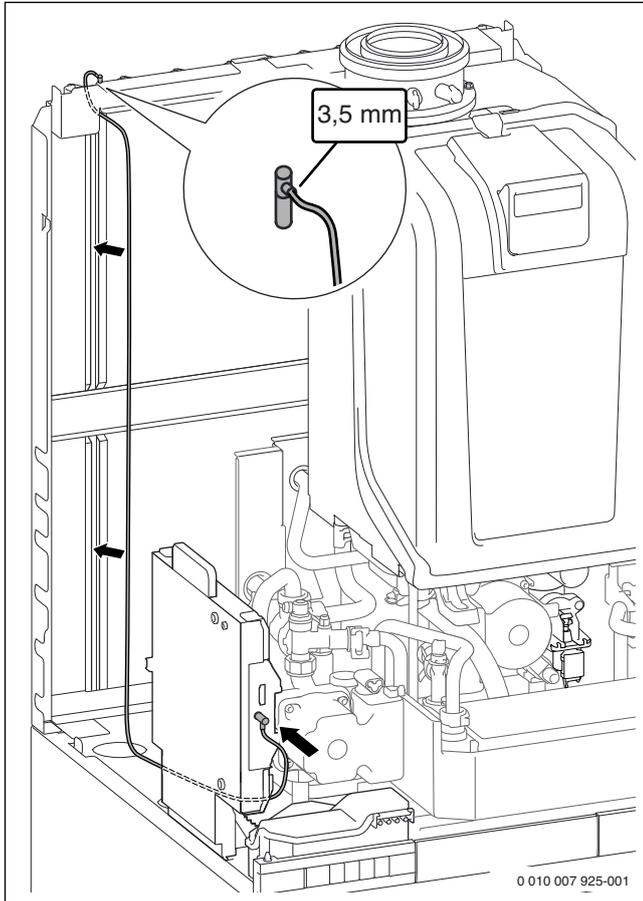

Fig. 71 Raccordement et pose du câble au Bosch MB LANi
- Poser le câble pour le raccordement de Bosch MB LANi des pièces fournies comme indiqué dans la fig. 71.